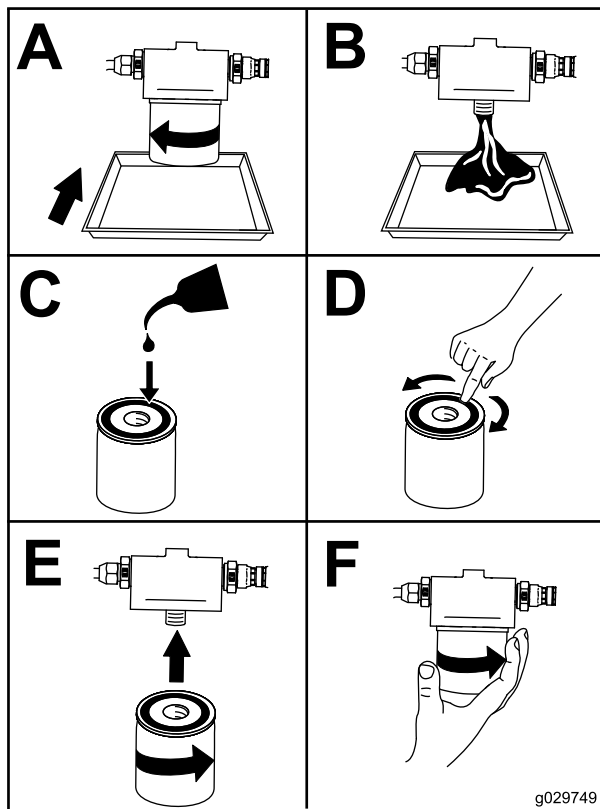

Figura 46
6. Cambiate il filtro dell'olio (Figura 46).